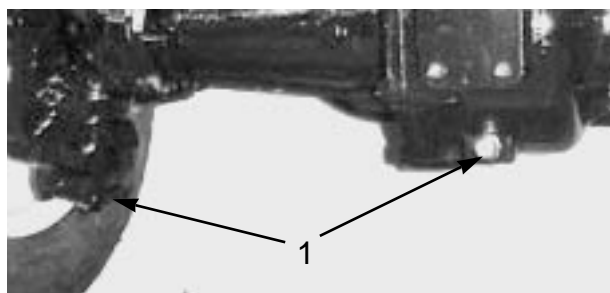

図 53
2. ドレン・プラグ (図 53; 左右端に 1 個と中央に 1 個、全部で 3 個ある) の周辺をきれいに拭く。